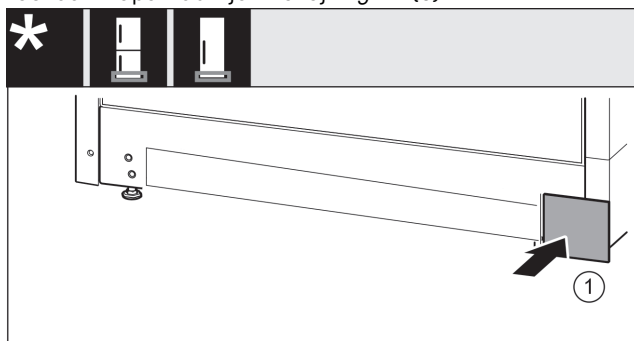

Fig. 15
- ▶ Oblogo ponovno namestite na drugi strani. Fig. 15 (1)